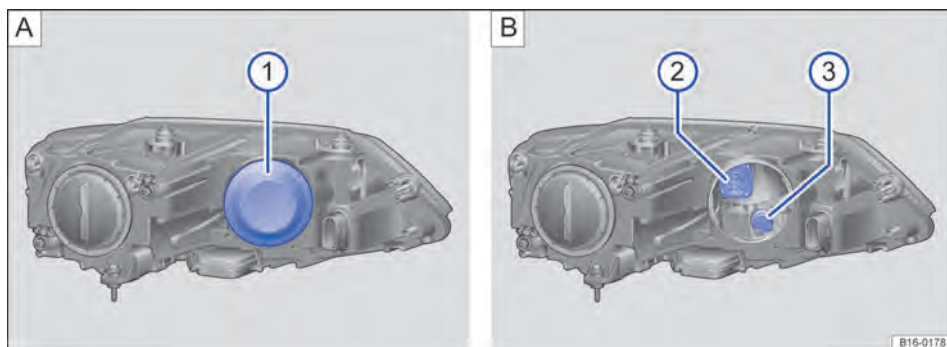

Fig. 181 No compartimento do motor: ① cobertura no farol dianteiro esquerdo, ② farol de conversão, ③ lanterna dos indicadores de direção.
3.	Remover a cobertura de borracha → Fig. 181 ① na parte traseira do farol.
4.	Girar o suporte da lâmpada ② ou ③ respectivamente até o batente no sentido anti-horário e retirar com a lâmpada incandescente para trás.
7.	Instalar a cobertura de borracha ①.